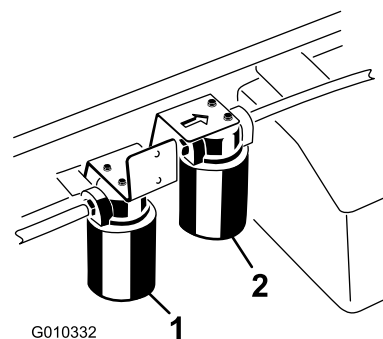

Рисунок 68
3. Поместите поддон под фильтр, а затем снимите фильтр (Рисунок 68).
1. Очистите зону вокруг места крепления фильтра повышенной пропускной способности (Рисунок 68).